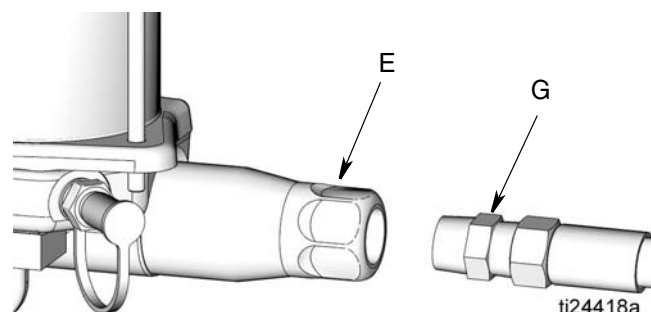

FIG. 8
6. Raccorder la sortie de la pompe (E) à la conduite d'alimentation (G) (FIG. 8).